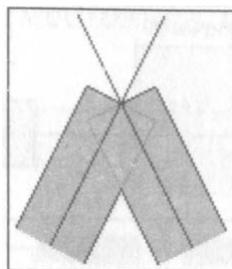

Рис. 16.12
- обрезать по нормали (рис. 16.12);